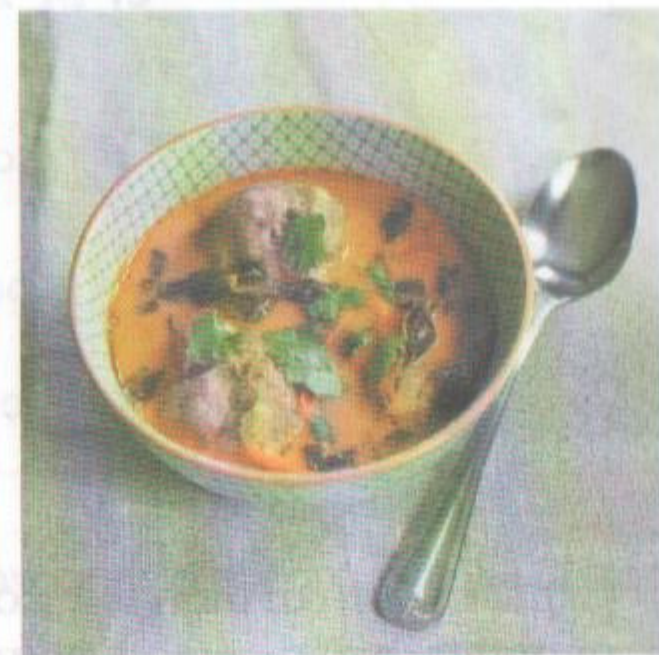

Рис. 124 Подача супа с фрикадельками
7. Посыпают мелко нарезанной зеленью (рис. 124).